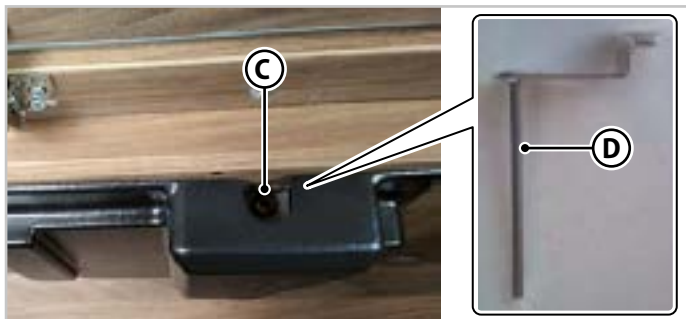

Fig.6.16 - Elektrisk sengeutløser type A
2. Sett nøkkelen (**D** - Fig.6.16) inn i skruen (**C** - Fig.6.16) på forsiden av motoren for manuell håndtering.